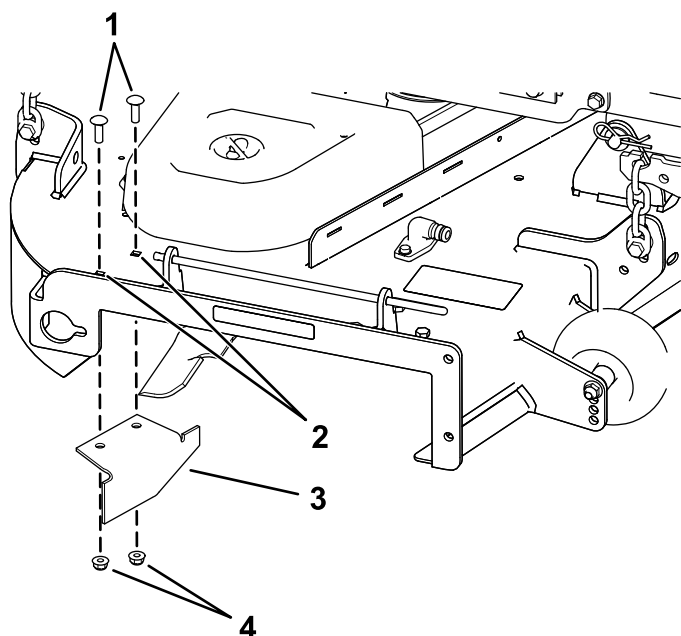

Figura 38
14. Localize o abafador de corte no saco das peças soltas, retire as fixações nos furos posteriores da placa de descarga e instale o abafador na abertura de descarga lateral na plataforma do cortador (Figura 38).